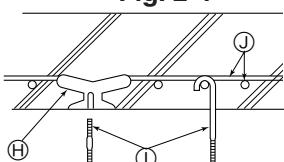

Fig. 2-5
② Stahlbetonbauweise (Fig. 2-5)